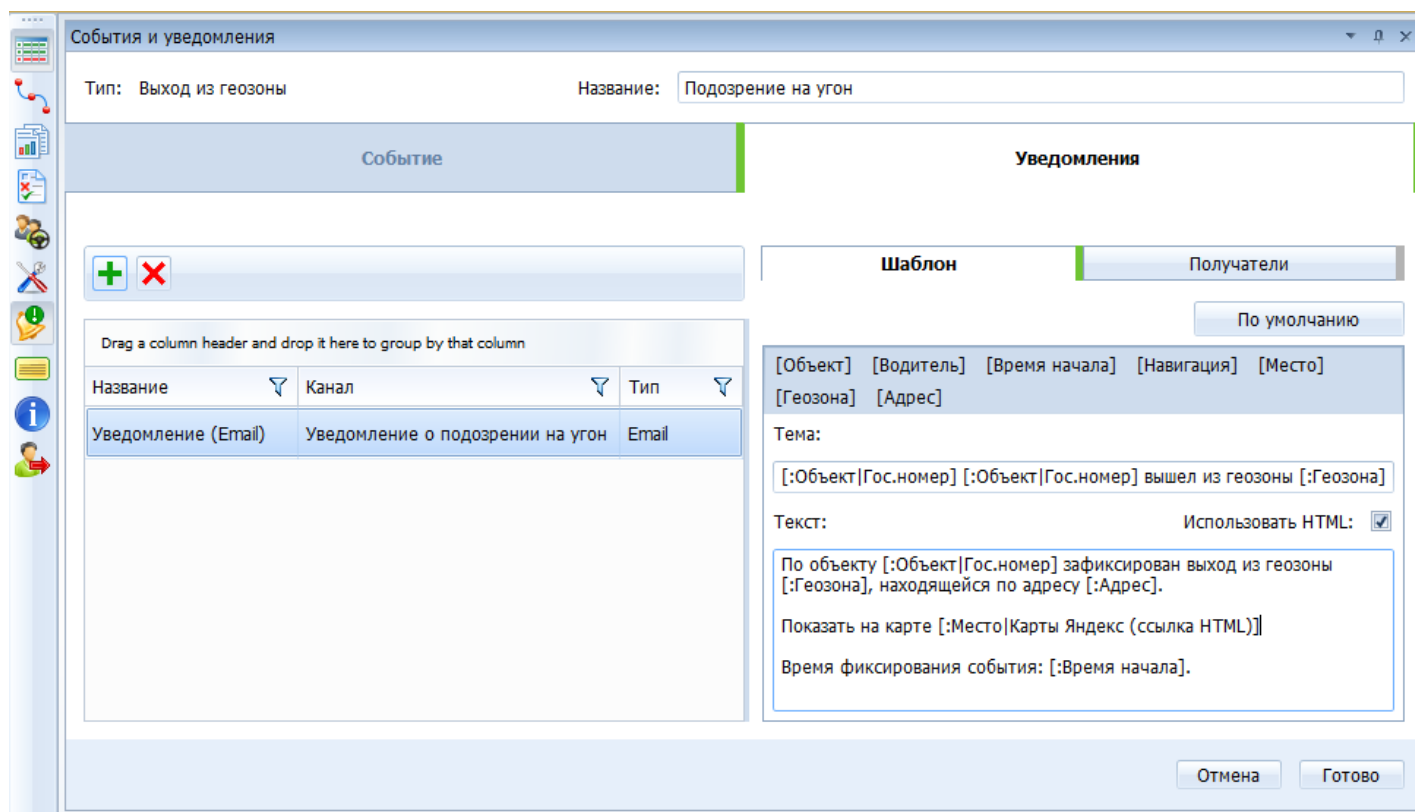

Рисунок 5 – Шаблон уведомления о выходе из геоозоны
- на вкладке «Шаблон» добавить канал оповещений, а также сформировать текст уведомления (**Рисунок 5**);